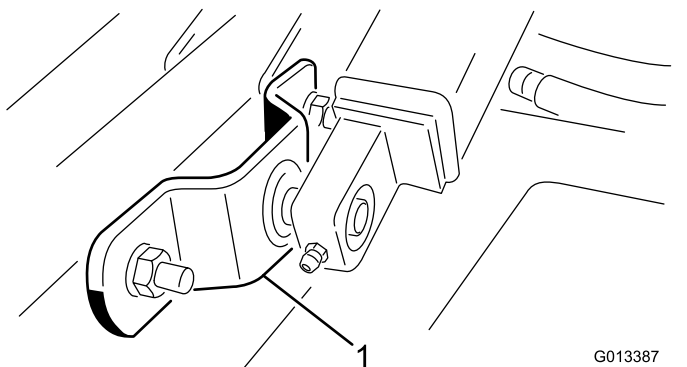

Bild 8
12. Entfernen Sie die Schrauben, Scheiben, und Sicherungsmuttern, mit denen jede Hubarmbefestigung an den Laufarmrohren befestigt sind (Bild 8).